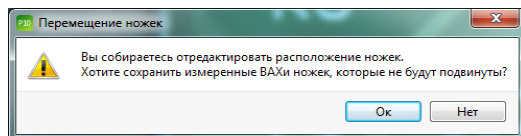

Рисунок 23. Диалоговое окно ПО EyePoint P10b при редактировании ножек эталонной платы с имеющимися ВАХ.
- При выборе пункта «Редактировать расположение ножек» передвинуть необходимые точки на контактные площадки компонента и нажать кнопку «Добавить». Если изменения вносятся в эталонную плату с уже имеющимися ВАХ, появится диалоговое окно с предупреждением (Рисунок 23).